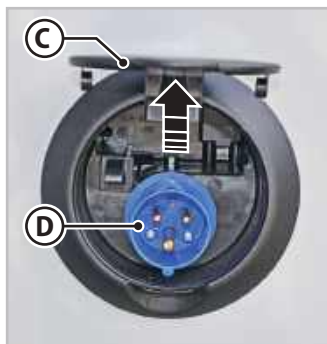

Fig. 6.29 - Prise d'alimentation 220 V
2. Soulever le couvercle (**C** - Fig.6.29) de la prise (**D** - Fig.6.29) situé sur le côté du véhicule.
3. Connecter un câble externe de section appropriée et de type homologué à la prise (**D** - Fig.6.29).